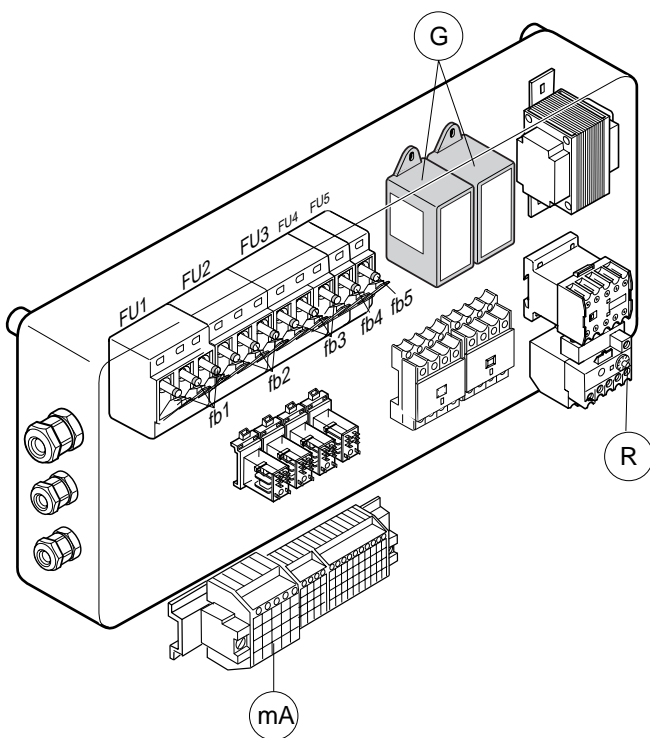

Fig. 4
- Collegare il cavo alla morsettiera "mA" (fig. 4) e fissarlo con l'apposito pressacavo.
In caso contrario invertire due fasi dell'alimentazione sulla morsettiera di alimentazione "mA" (fig. 4).